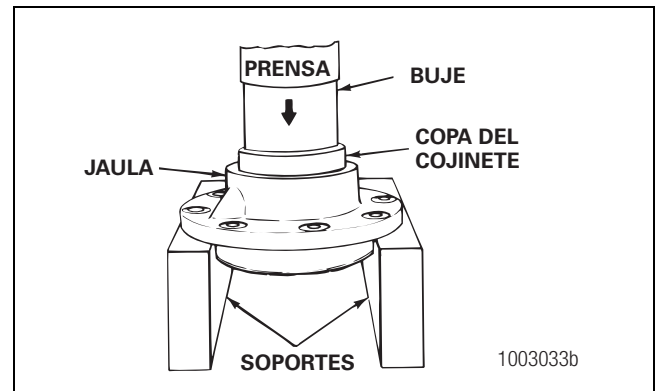

Figura 5.1
1. Coloque la jaula del cojinete en una prensa. Figura 5.1.
3. Prese la copa del cojinete dentro del orificio de la jaula del cojinete hasta que la copa esté al ras con el fondo del orificio. Use un buje del tamaño adecuado para instalar la copa del cojinete. Use este mismo procedimiento para ambas copas del cojinete. Figura 5.1.